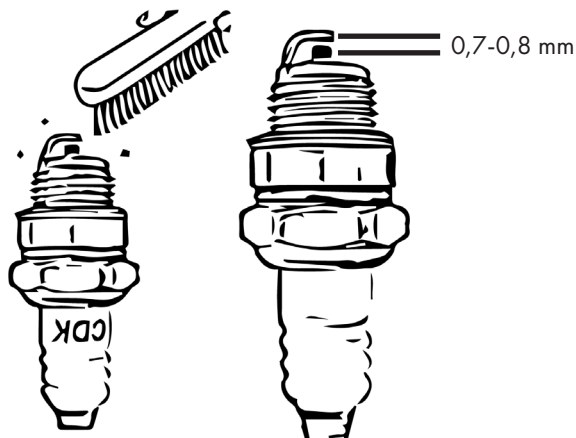

Figure 25
- Enlevez les dépôts sur la bougie d'allumage. Voir figure 25.
- Réglez l'écartement des électrodes avec une valeur de consigne de 0,7 à 0,8 mm. Voir figure 25.